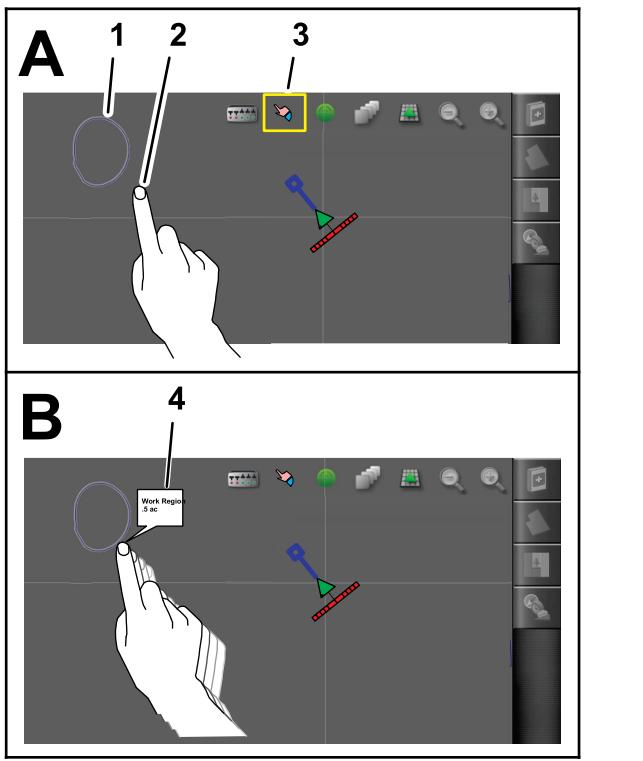

Figura 56
- Dopo la creazione del confine, premete il dito sullo schermo del quadro di comando accanto alla linea del confine, fino a quando non si illumina l'icona Selezione confini, quindi fate scorrere il dito sulla linea di confine (Figura 56).